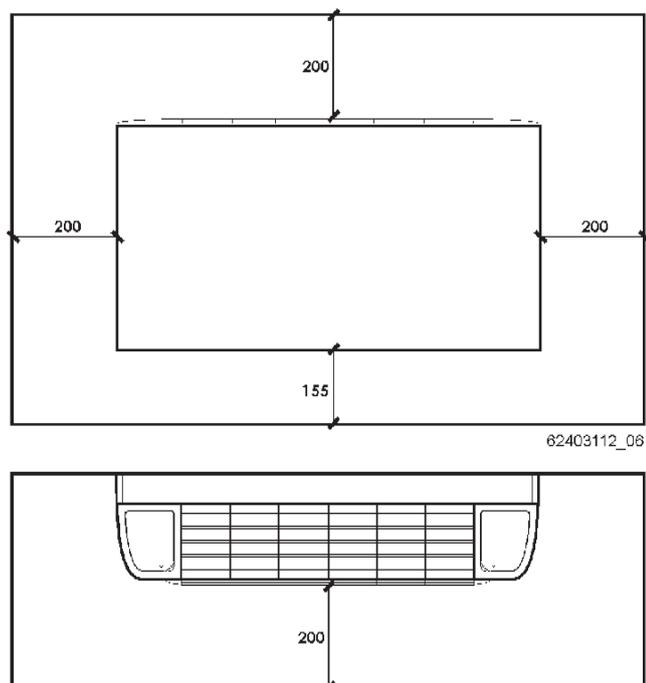

Figura 3 - Distanze minime di rispetto
- Verificare la figura 3 per quanto concerne le distanze minime di rispetto per l'installazione e la futura manutenzione.
Sia per l'installazione che per la manutenzione, è necessario lasciare degli spazi liberi attorno al ventilconvettore come illustrato nella figura 3.